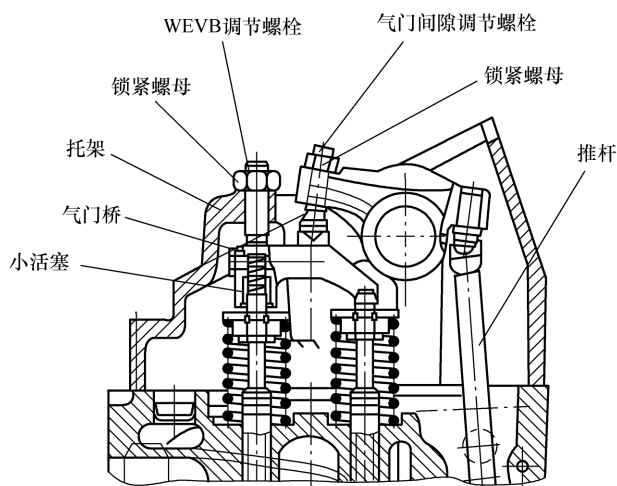

图 7-33 潍柴四气门 WEVB 排气门间隙调整
① 按曲轴旋转方向盘动飞轮使 1 缸处于压缩上止点位置。
② 依次调整 1、2、4 缸的进气门和 1、3、5 缸的排气门间隙。WP12 排气门间隙为 0.60mm，EVB 间隙为 0.40mm。如图 7-33 所示，先将 EVB 支架上的调整螺栓向下旋压到排气门的气门桥上平面直至将气门桥小活塞压到底。然后调整摇臂上的调整螺钉间隙 0.6mm，调好后，锁紧锁紧螺母。再将 EVB 支架上的调整螺栓向上旋，使其完全松开。将 0.4mm 塞尺放到排气门桥与 WEVB 调节螺栓间，再将 EVB 支架调整螺栓下旋，直至将小活塞压到底，再将调整螺栓锁紧。